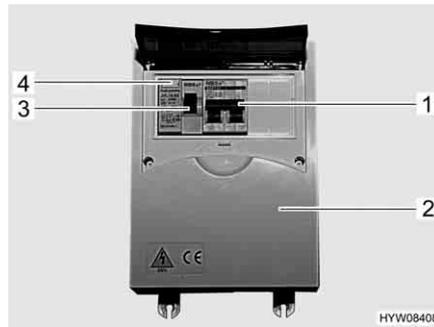

Fig. 94 Scatola dei fusibili a 230 V con interruttore di sicurezza e interruttore automatico FI
- Disattivare l'interruttore di sicurezza (Fig. 94, 1) nella scatola dei fusibili (Fig. 94,2).
- Se il veicolo è collegato all'alimentazione a 230 V, premere il tasto di controllo (Fig. 94,4) dell'interruttore di sicurezza per correnti di guasto (interruttore automatico FI) (Fig. 94,3) nella scatola dei fusibili (Fig. 94,2). L'interruttore di sicurezza per correnti di guasto deve scattare.
- Riattivare l'interruttore di sicurezza per correnti di guasto (Fig. 94,3).